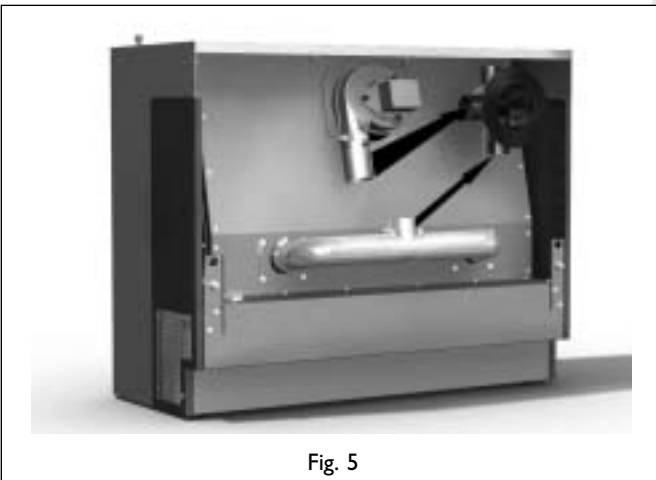

Fig. 5
- De Power Flue 16kW heeft 2 verbrandingsluchttoevoeraansluitingen op het toestel. Deze dienen beide te worden aangesloten en via een T-stuk te worden gecombineerd (zie Afb. 5).